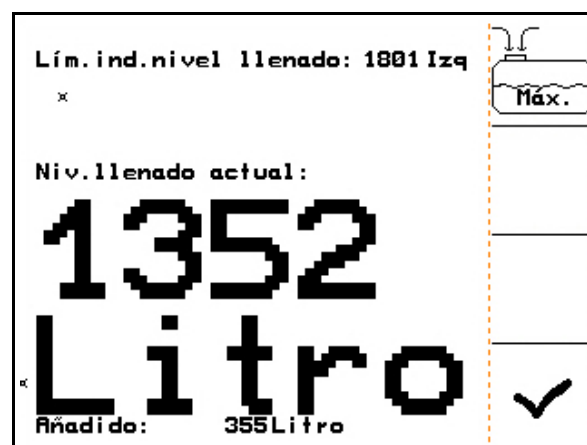

Fig. 84
-  Activar el menú de llenado (Fig. 84).